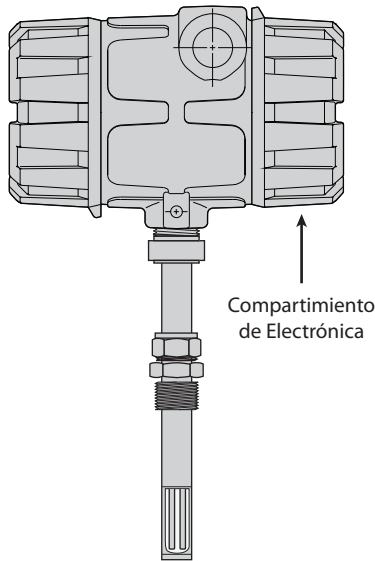

Figura 15
3. Quite la cubierta—vea Figura 15.